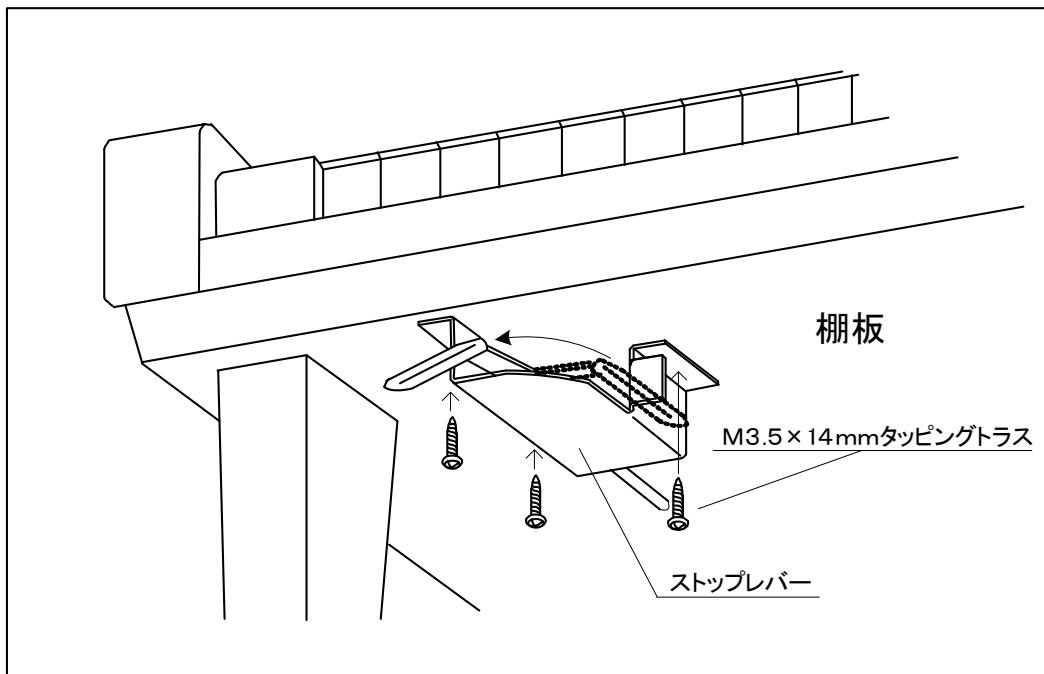

図3.5-2 ストップレバー取り付け位置
- (1)ワイヤーを下前側より棚板の奥へ通して、低音部ブラケットの左横に廻す。
- (2)図3.5-2の様に棚板の左側下前方にストップレバーを取り付ける。